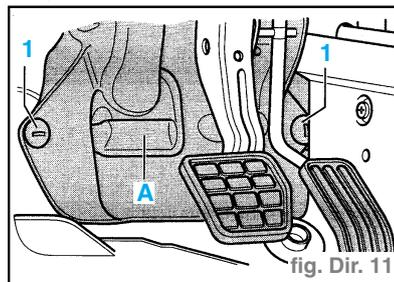

fig. Dir. 11
- Dévisser les écrous en plastique (1) et retirer le cache (A) (fig. Dir. 11).